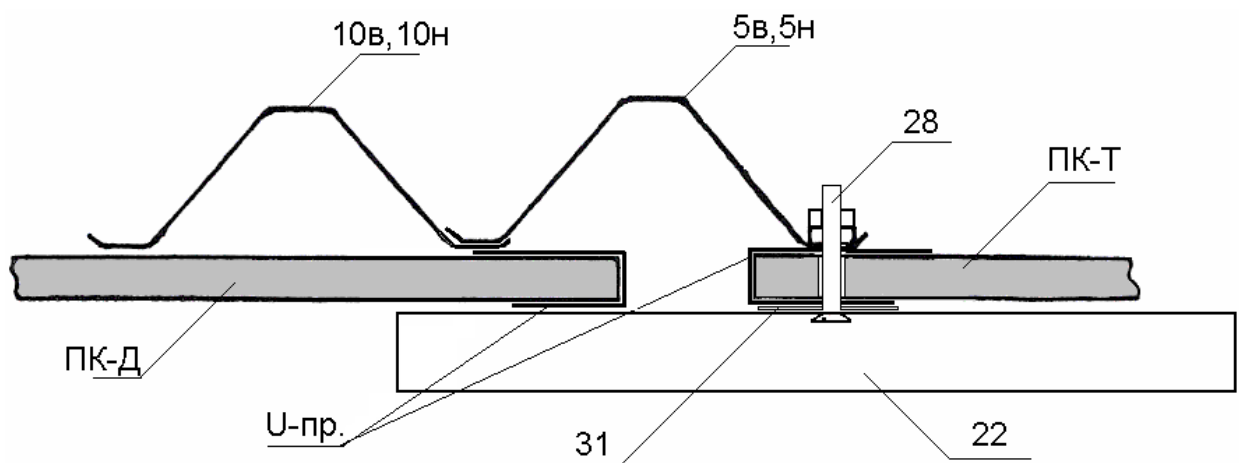

Рис.20 Установка вертушка
3.10.1. Два вертушка установите на стойке дверного проема сверху покрытия, подложив под вертушки шайбы. Один для фиксации двери, другой для форточки. Используйте винты м4х25 с контргайкой (см. Рис.20).